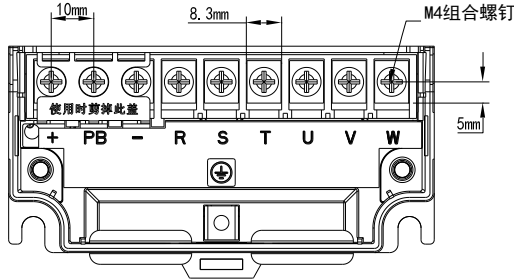

图 3-5 三相 0.75-2.2kW 主回路端子分布及尺寸图
- a) 模拟输入端子：因微弱的模拟电压信号特别容易受到外部干扰，所以一般需要用屏蔽电缆，而且配线距离尽量短，不要超过 20m，如图 3-4。在某些模拟信号受到严重干扰的场合，模拟信号源侧需加滤波电容器或铁氧体磁环，如图 3-5。